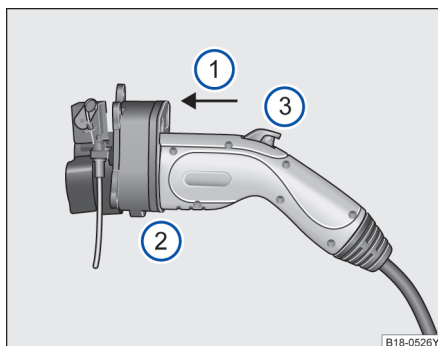

图 119 充电插头示意图
请将充电插头平行地插入充电插座 → 图 119 ①。
请将充电插头完全插入充电插座 → 图 119 ②。
请确保充电插头上的按键处于弹起状态 → 图 119 ③。